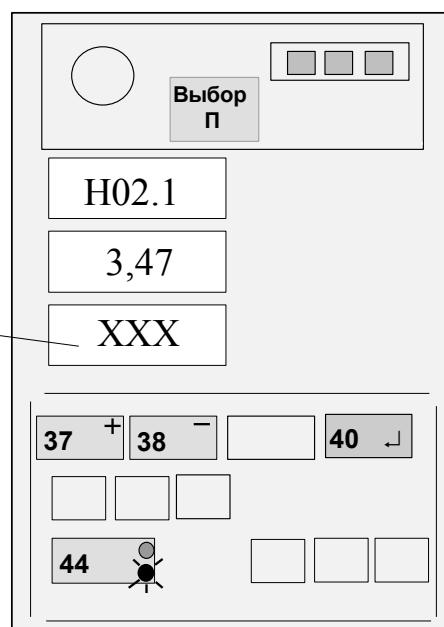

Рисунок 14
4.5.6.4 Нажимая кнопки "+" (37) и "-" (38), набрать на среднем ИЖЦ значение вылета, указанного в правом столбце таблицы 2 (см. рисунок 14) для установленного значения вылета по рулетке.
4.5.6.5 Нажать на время 1 с кнопку "↔" (40) и, проконтролировав короткий звуковой сигнал, отпустить кнопку (см. рисунок 14).